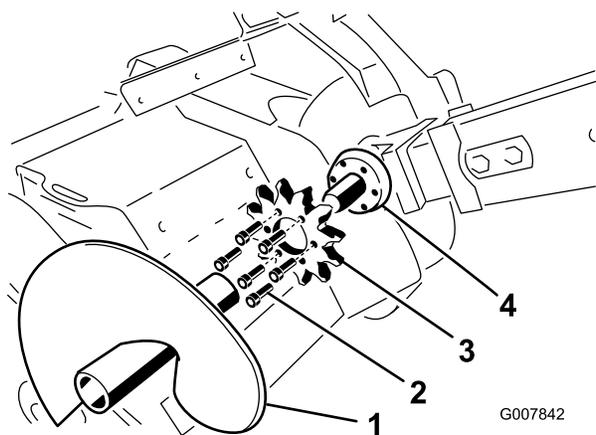

Рисунок 61
3. Снимите отвальный шнек (Рисунок 61).
8. Извлеките шесть болтов крепления ведущей звездочки (Рисунок 61).
9. Снимите и удалите в отходы ведущую звездочку (Рисунок 61).
10. Очистите посадочную поверхность звездочки на траншеекопатель (Рисунок 61).
11. Насадите на вал новую звездочку (Рисунок 61).
12. Закрепите звездочку шестью винтами, затянутыми вручную (Рисунок 61).